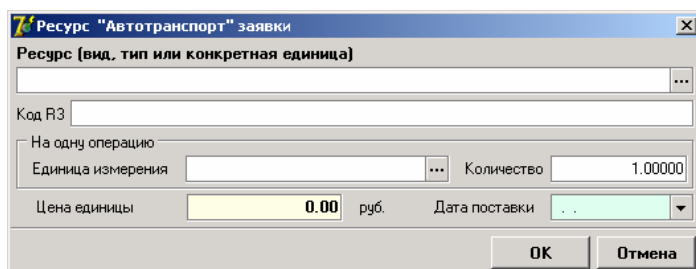

Рисунок 1.38.
5. В открывшемся окне (рис.1.38) заполните поля.